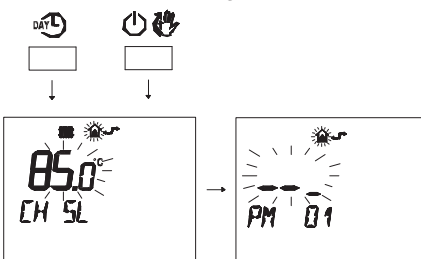

Figura 5.89
- Premere contemporaneamente i pulsanti e per entrare nella programmazione trasparente (Figura 5.89).